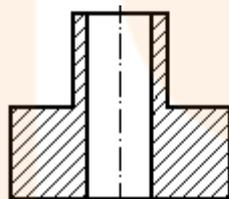
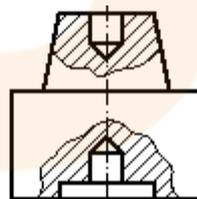

FIGURA 5
FIGURA 6
5. Las diferentes zonas rayadas de una pieza, pertenecientes a un mismo corte, llevarán la misma inclinación y separación (figura 5), igualmente se mantendrá el mismo rayado cuando se trate de cortes diferentes sobre una misma pieza (figura 6).